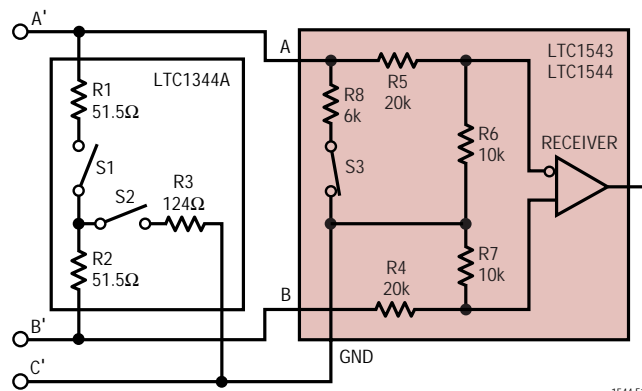

図17. V.28レシーバ構成
V.28モードでは図17に示すとおり、LTC1543/LTC1544内のS3を除くすべてのスイッチがオフになり、6k(R8)インピーダンスを20k(R5)+10k(R6)と並列にしてグランドに接続し、5kの合成インピーダンスを実現しています。非反転入力はLTC1543/LTC1544レシーバ内で切断され、1.4Vレシーバ・トリップ・ポイントに対するTTLレベルのリファレンス電圧に接続されます。